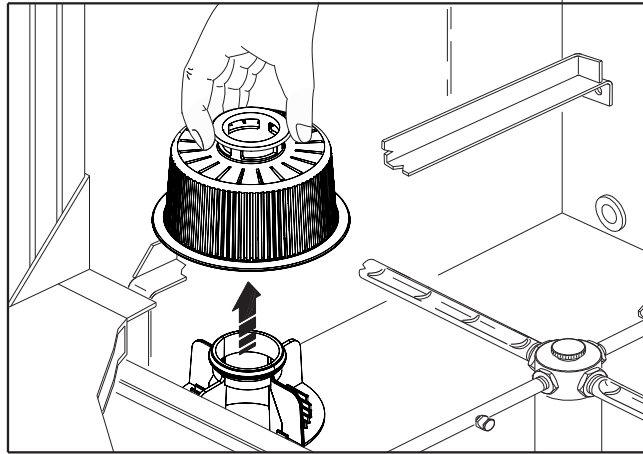

Fig. 17
5. Retire e limpe o filtro bomba de lavagem (fig.17) e filtros da cuba, se presentes
9. Retire e limpe o filtro bomba de lavagem (fig.17) e filtros da cuba, se presentes